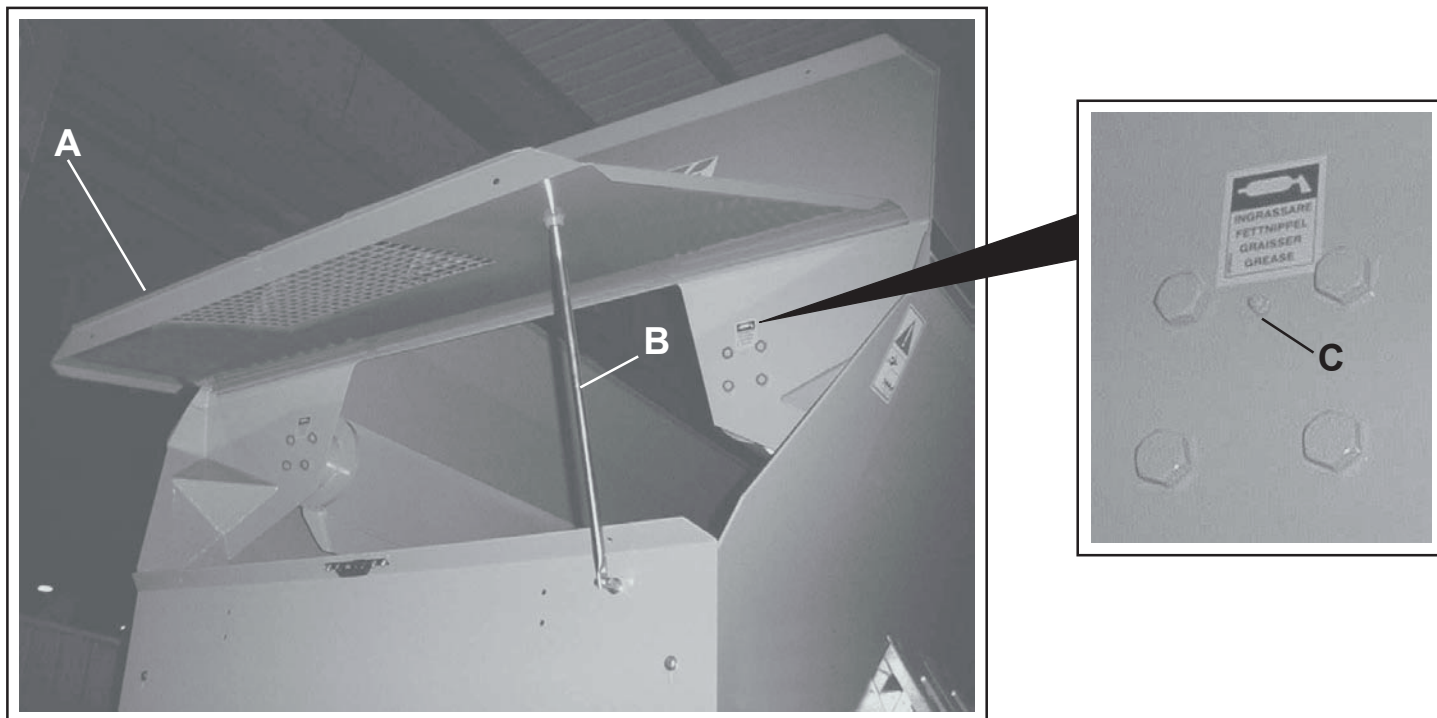

FIG. 10
Om de achterste lagers van de bovenste vijzels in te vetten moet u de bak (A) oplichten door de twee bevestigingsschroeven los te draaien en hem goed vast te zetten met de steun (B) in de daarvoor bestemde haak. Daarna invetten (C). Sluit na het invetten de bak weer sluiten met de twee bevestigingsschroeven (Fig. 10).